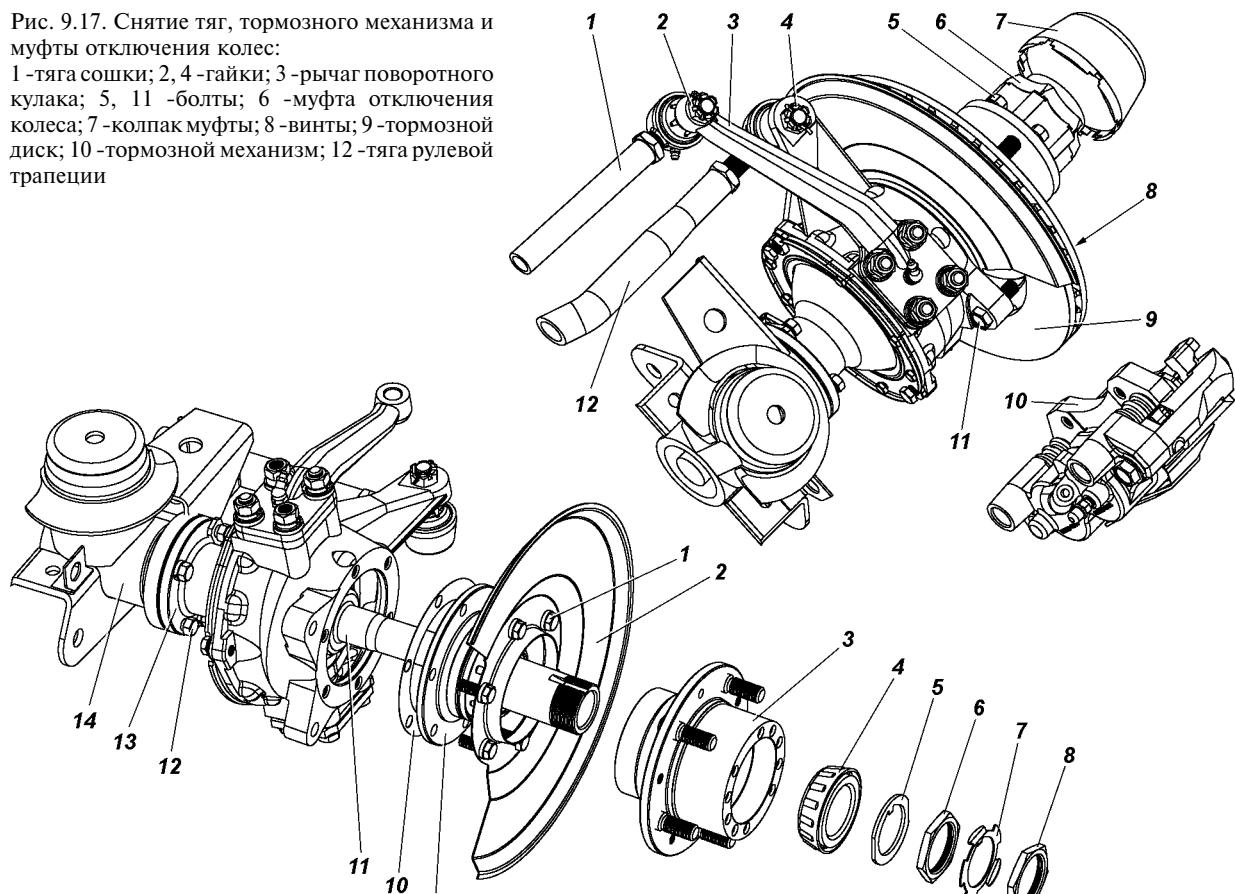

Рис. 9.18. Разборка поворотного кулака:
6. Выпрямите отогнутые края замочной шайбы 7 (рис. 9.18), отверните контргайку 8 и гайку 6, снимите стопорную шайбу 5 и внутреннее кольцо с роликами наружного подшипника 4 ступицы правого и левого колес.
10. Отверните болты 12 (см. рис. 9.18) крепления шаровой опоры 13 к кожуху 14 полуси. Снимите упоры-ограничители поворота колес и выпрессуйте шаровые опоры из кожухов полусей.